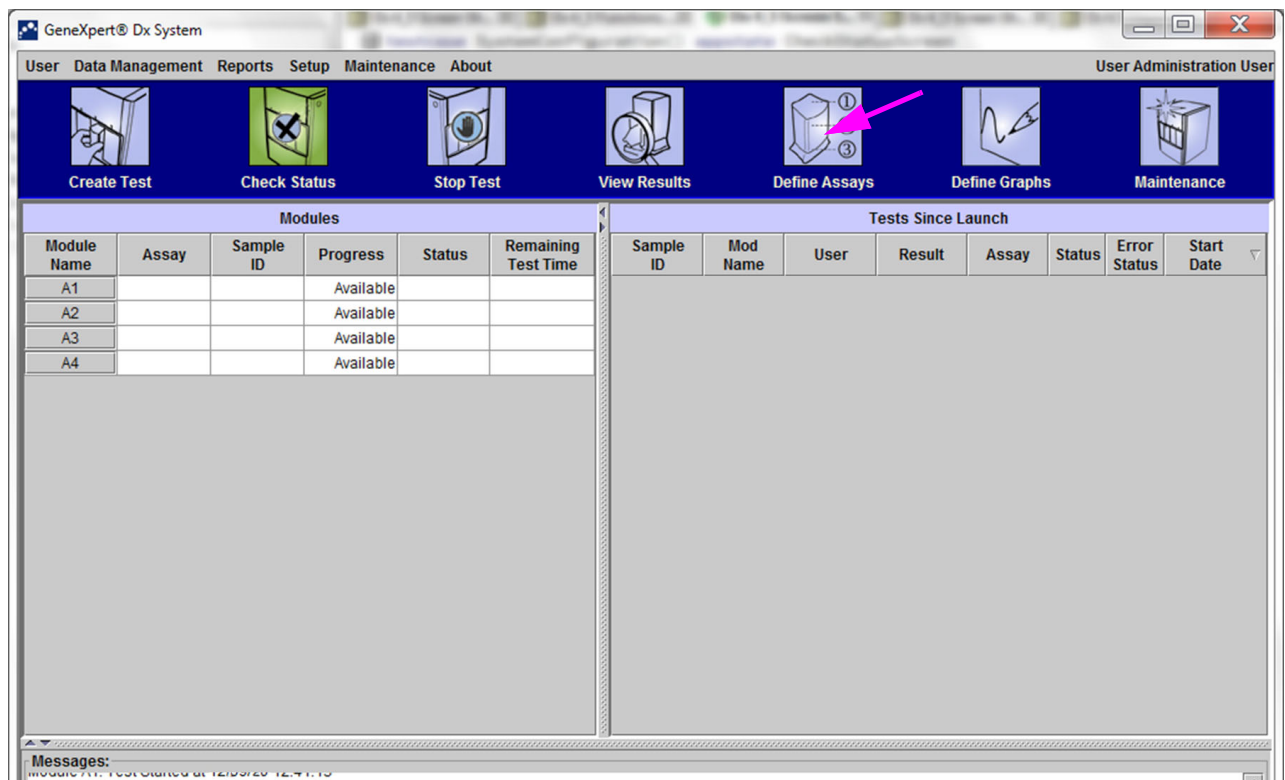

Figura 5-27. Fereastra sistemului GeneXpert Dx
1. Faceți clic pe **Definire analize (Define Assays)** în fereastra sistemului GeneXpert Dx (a se vedea Figura 5-27).